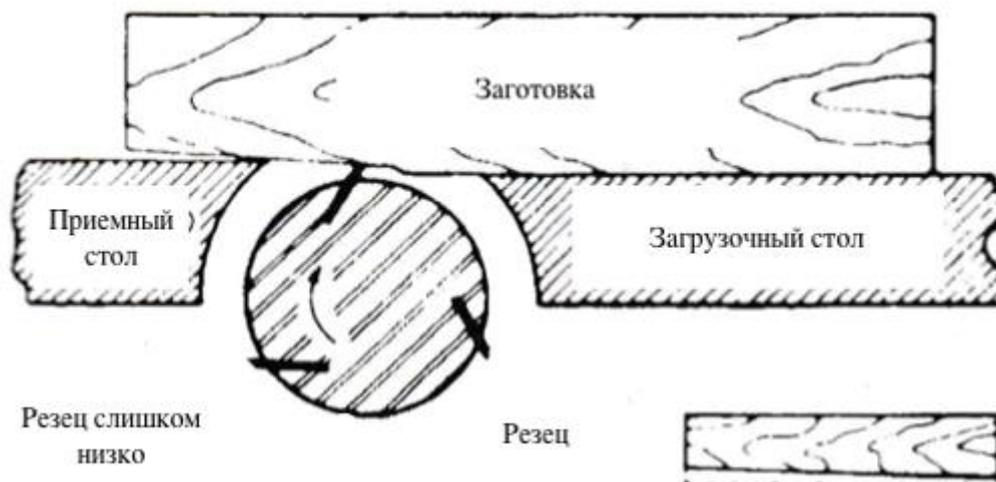

Рис. 31 Резцы установлены низко
6. Если резцы установлены слишком низко, результат будет похож на представленный на Рис. 31. Обработанная поверхность будет изогнутой.